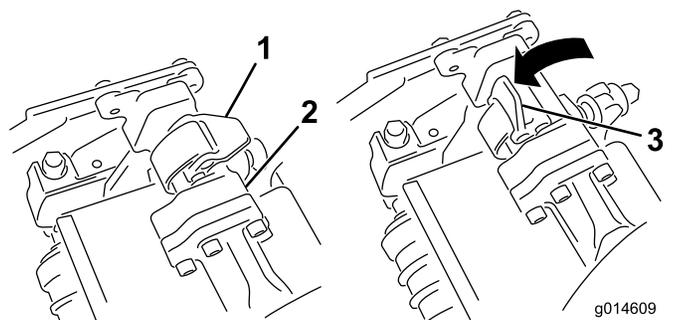
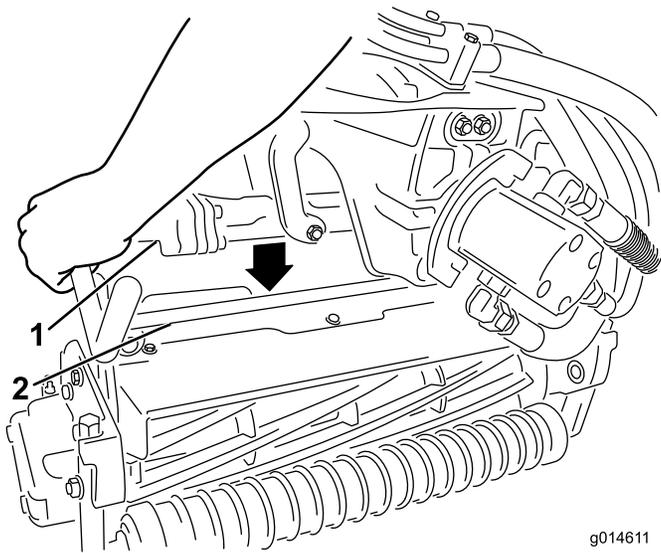

Figura 36
Figura 37
4. Con i fermi del braccio di sospensione rivolti verso l'alto (cioè aperti) (Figura 36), premete il braccio di sospensione verso il basso in modo che la barra si inserisca nella barra della parte superiore dell'apparato di taglio (Figura 37).
5. Chiudete i fermi spostandoli verso il basso e attorno alla barra dell'apparato di taglio, quindi bloccateli in posizione (Figura 36).
5. Aprite i fermi sulla barra del braccio di sospensione dell'apparato di taglio che state rimuovendo (Figura 36).